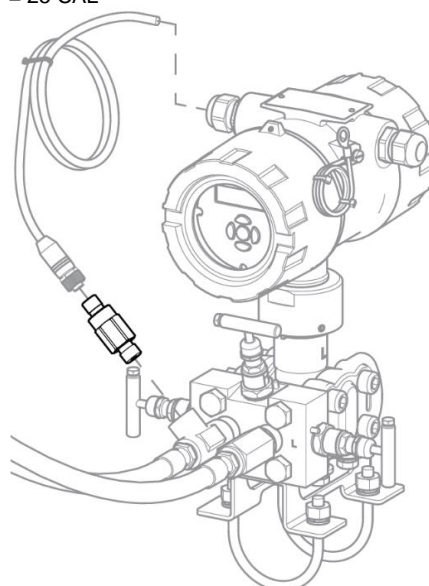

Fig. 35
2. Fermez les vannes d'isolement du collecteur à deux voies et ouvrez les vannes d'isolement du MVT10 pour permettre au condensat de s'écouler. (Considérez où le condensat va s'écouler. C'est recommandé de placer un récipient sous les vannes, pour capter le condensat.) Voir Fig. 35.
6. Desserrez le presse-étoupe du boîtier électronique en retirez le câble. Voir Fig. 35.